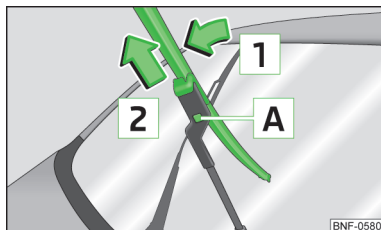

Bild 122
- Lyft upp torkararmen från bakrutan och fäll försiktigt torkarbladet i riktning mot torkararmen, pil  » bild 122.